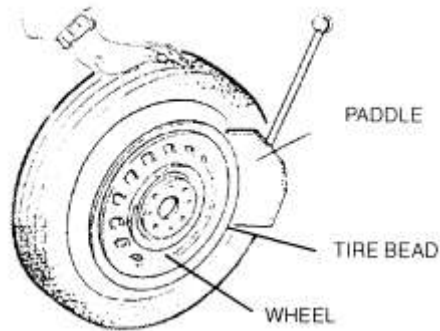

Рис.5
- 3) Отведите лопату отжима крышки наружу вручную. Установите колесо напротив резинового буфера. Подведите лопату к крышке на расстоянии 10 мм от края обода (см. рис. 5).